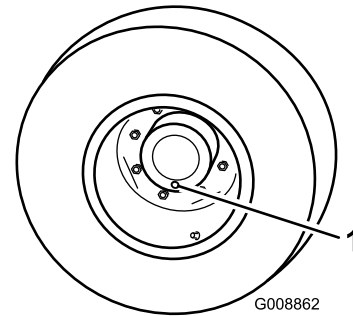

Bild 54
1. Stellen Sie die Maschine auf einer ebenen Fläche ab und positionieren Sie das Rad so, dass sich eine der Prüfschrauben in der untersten Stellung (6 Uhr) befindet (**Bild 54**).